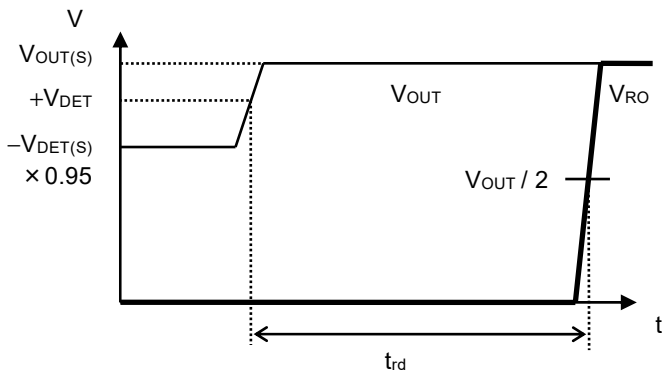

図6 解除遅延時間
- *3. V_{OUT} が $+V_{DET}$ を越えてから実際にRO端子の出力が反転するまでの時間 (図6参照)。この値は解除遅延時間、監視時間調整コンデンサ (C_{DLY}) で変更可能です。